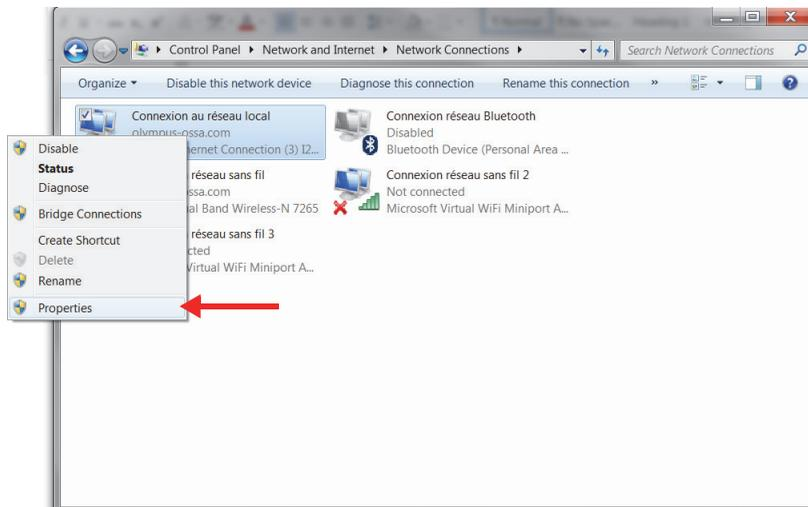

图 1-6 选择属性
2. 右击用于连接到FOCUS PX设备的网络连接，然后单击**属性**（参见第27页的图 1-6）。